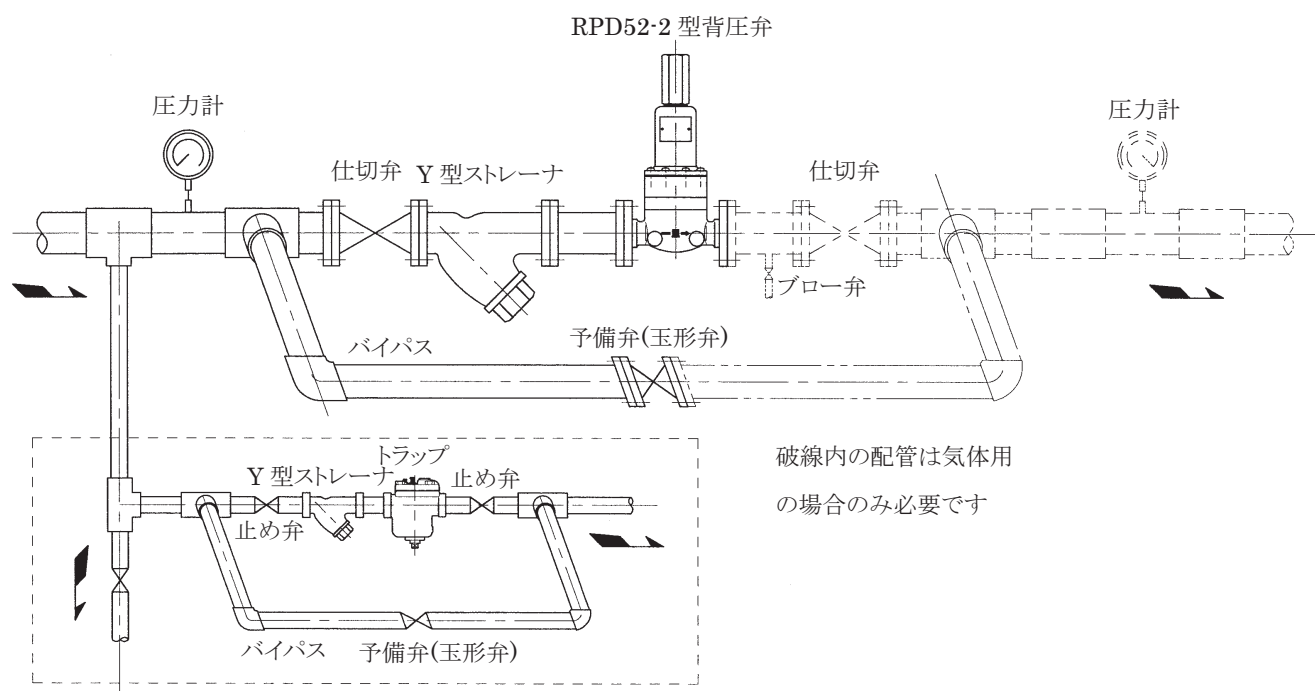

図2 配管例図
- 2.4 配管に際しては図2の配管例図に示すように必ずY型ストレーナ及び予備弁(玉形弁)を備え、更に前後弁(仕切弁)と圧力計を取り付けるよう御計画ください。
なお、流体が空気などの気体の場合で出口側が大気開放の際は図2の配管例図において二点鎖線の部分